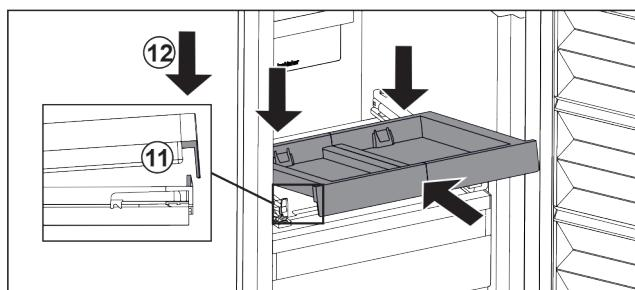

Fig. 37
- Вставьте, наклоняя вниз. Обратите внимание на то, чтобы на обеих сторонах упор был за накладкой. Fig. 37 (11)
- Снимите выдвижную панель спереди. Fig. 37 (12)